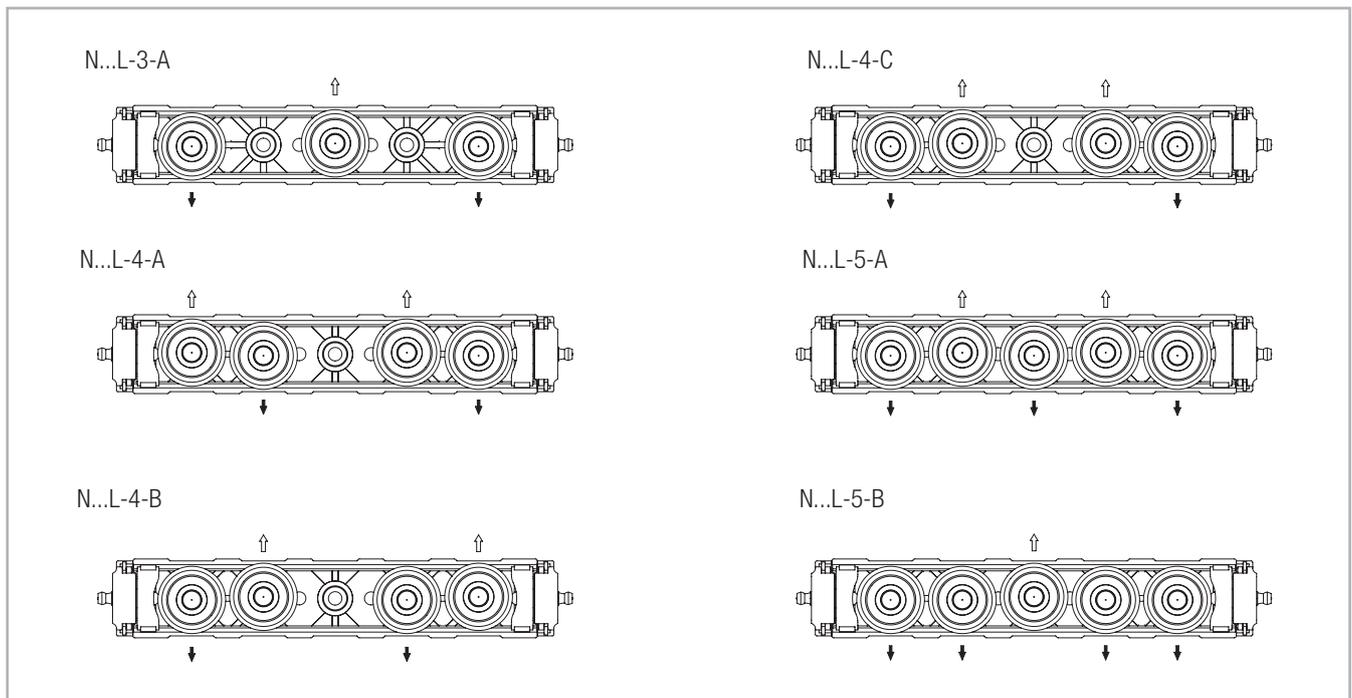

Fig. 32
** Le nombre de galets varie en fonction de la configuration, voir p. CR-19, fig. 32